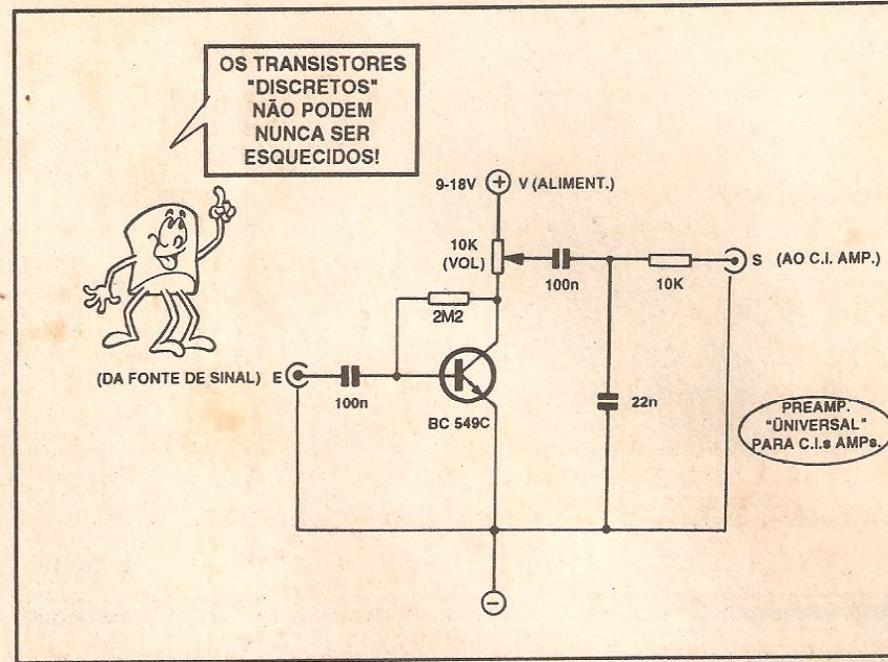

FIG. 16
- FIG. 16 - UM "REFORÇADOR" DE ENTRADA PARA IPAs... - Normalmente, os IPAs têm uma boa sensibilidade de Entrada, entendendo-se por tal termo a capacidade de "aceitar" bem sinais com níveis não muito altos (em Tensão...) e - mesmo assim - promover uma boa e Potente amplificação final, livre de distorções... Entretanto, na prática, deparamo-nos com alguns probleminhas nesse campo: algumas fontes de sinal, notadamente microfones dinâmicos (magnéticos), cápsulas fonocaptoras magnéticas e outros transdutores, emitem sinais com nível de Tensão muito baixo (alguns com "picos" de menos de 50